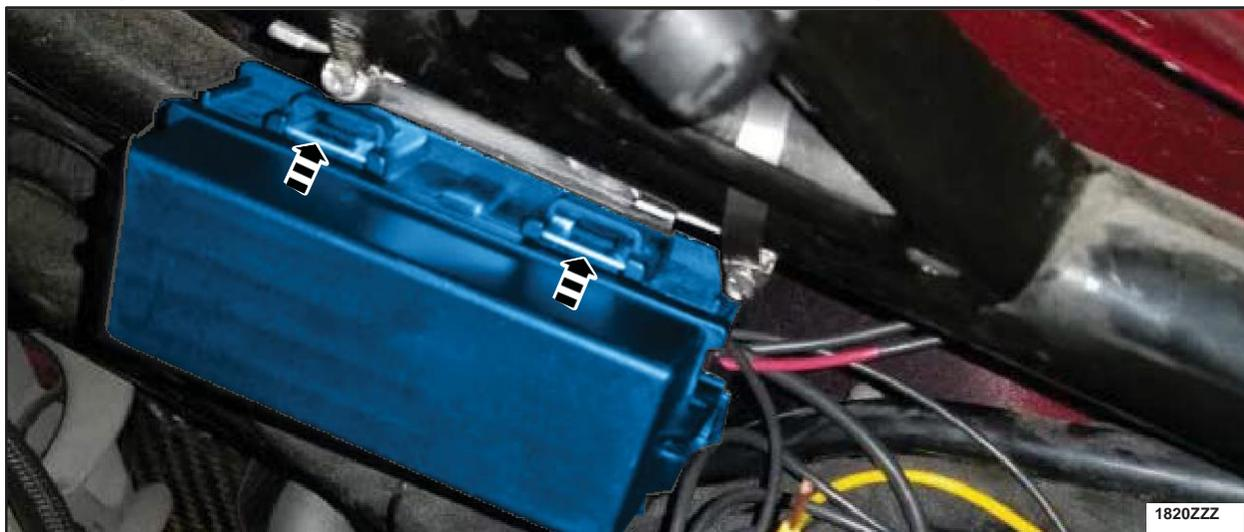

FIGURE 32
35. Faire glisser le boîtier de raccordement arrière (RJB) sur le support. (Figure 32)